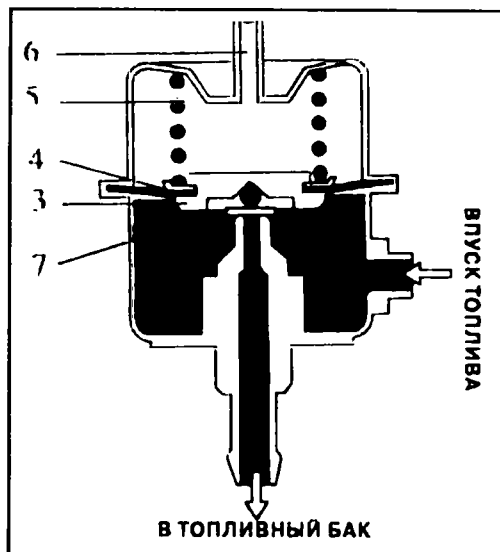

Рис. 4.40 Устройство регулятора давления топлива
Регулятор давления топлива устанавливается на конце топливопровода и регулирует давление в системе. Регулятор давления состоит из металлического корпуса (см. рис. 4.40), разделенного на две камеры диафрагмой (4), прижимаемой пружиной (5). Если давление топлива превышает установленную величину, клапан (7) открывается и создает возможность возврата топлива в бак.